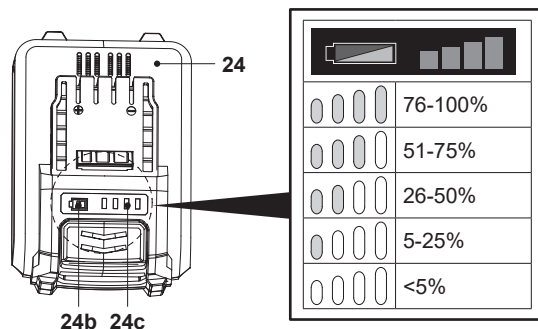

Fig. 10
La batería (24) está equipada con indicadores de capacidad de la batería (24c) que se utilizan para señalar la capacidad restante de la batería. Pulse el botón de capacidad (24b) para comprobar la capacidad de la batería (Fig. 10). Los LED permanecen encendidos durante aproximadamente 3 segundos.